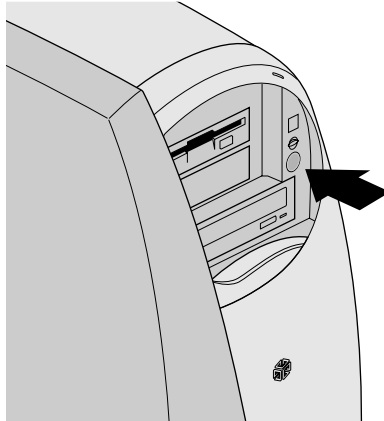

図 1-12 ワークステーションの起動
2. スライド式のフロントパネルの下部分を軽く押して、パネルを開けます (図 1-12)。
3. 電源ボタンを押します (図 1-12)。